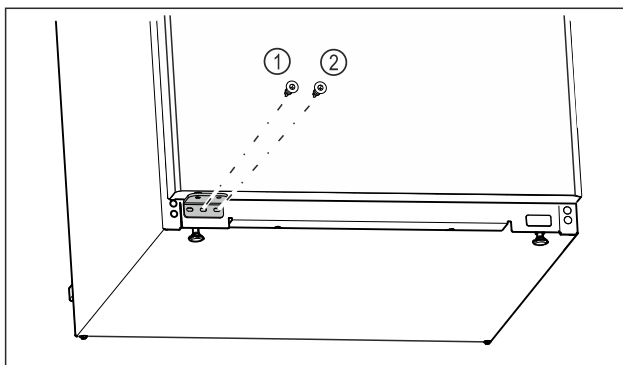

Fig. 26
- ▶ Keerake laagripuki keskmine kruvi Fig. 26 (1) kruvikeerajaga Torx 20 kinni.
- ▶ Keerake laagripuki sisemine kruvi Fig. 26 (2) kruvikeerajaga Torx 20 kinni.